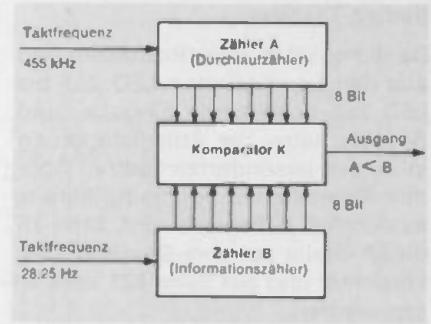

Bild 2 Erzeugung des AN-Signals für die Abstimmspannung
3. Erzeugung der Abstimmspannung (Bild 2)